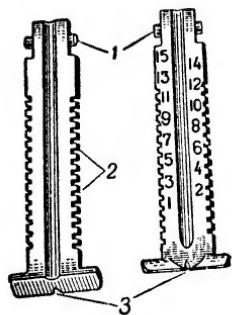

Рис. 12. Прицельная планка:
**13. Прицельная планка** (рис. 12) служит для установки хомутика на требуемую дистанцию. На верхней плоскости планки с правой стороны нанесены четные цифры от 2 до 14, а с левой стороны — нечетные цифры от 1 до 15, а в измененной винтовке цифры нанесены и на нижней плоскости прицельной планки. Расстояния между делениями соответствуют 100 м дальности стрельбы.